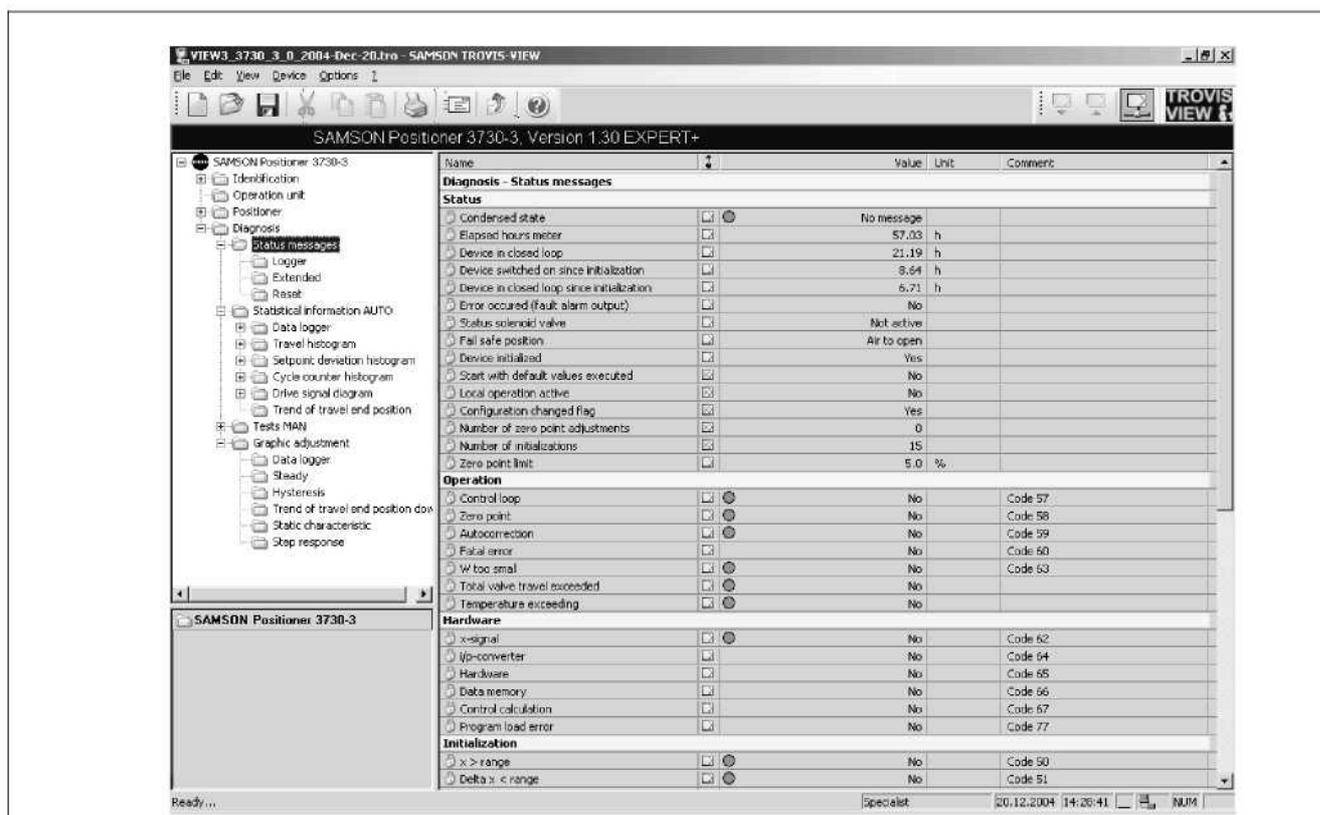

Рис. 4 • TROVIS-VIEW показания для позиционера Типа 3730-3
1.2.2 Основные рабочие параметры (Рис. 4)